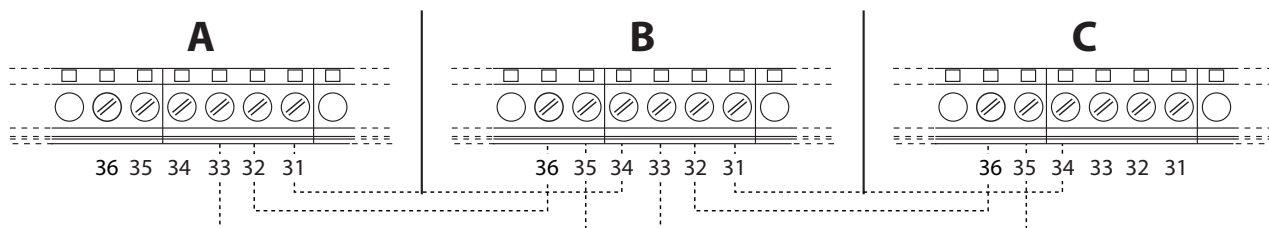

рис. 56- Каскадное подключение
1. Подключите модули, как показано на рис. 56 (пример с 3-мя модулями)
В противном случае переключите электрическое питание и проверьте кабельные соединения в рис. 56.